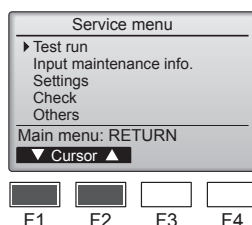

Fig. 7-1
- ① Seleccione "Test run" (Modo prueba) desde el Menú principal, y pulse el botón [SELECT/HOLD] (Aceptar/Retener). (Fig. 7-1)